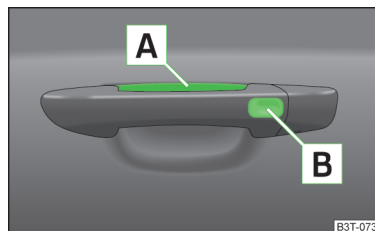

Abb. 34 Sensoren im Griff der Vordertür
Sensoren im Griff der Vordertür » Abb. 34
- Den Türgriff der vorderen Tür fassen oder den Sensor **A** » Abb. 34 mit der ganzen Handfläche bedecken » **!**.
► Den Sensor **B** » Abb. 34 mit den Fingern berühren.